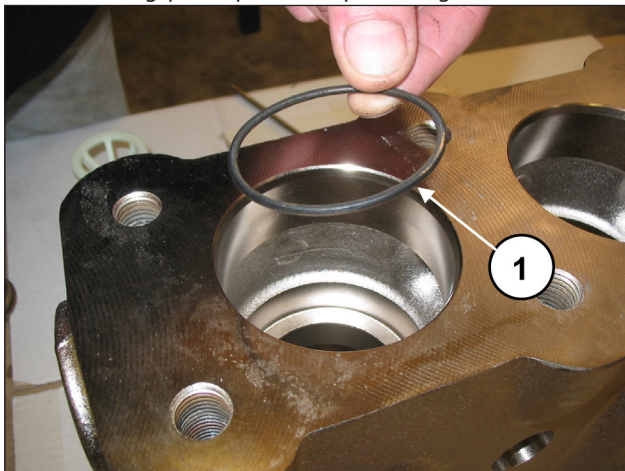

Fig. 112
Inserire l'O-ring, pos. esplosivo n. 6 (pos. ①, Fig. 112).